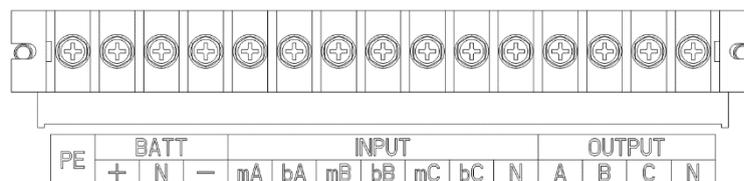

Рис. 3-11 Клеммная колодка ИБП 10/15 кВА
2. Снимите крышку клеммной колодки. Внешний вид клеммных колодок показан на рис. 3-11 - 3.13.